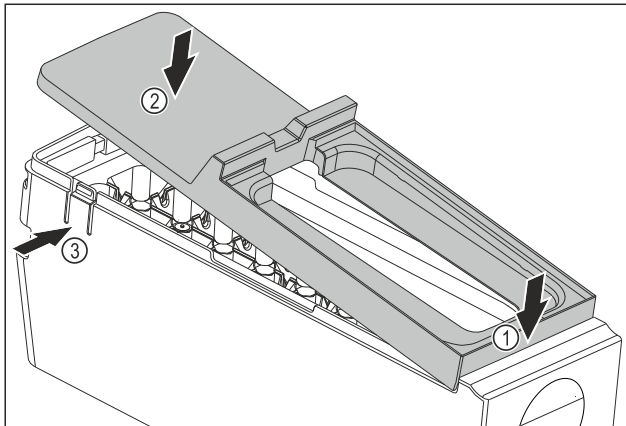

Fig. 89
- Abdeckung des EasyTwist-Ice-Korpus montieren: Abdeckung vorne ansetzen. Fig. 89 (1)
- Abdeckung hinten absenken. Fig. 89 (2)
- Abdeckung rastet hörbar in beiden Laschen Fig. 89 (3) ein.